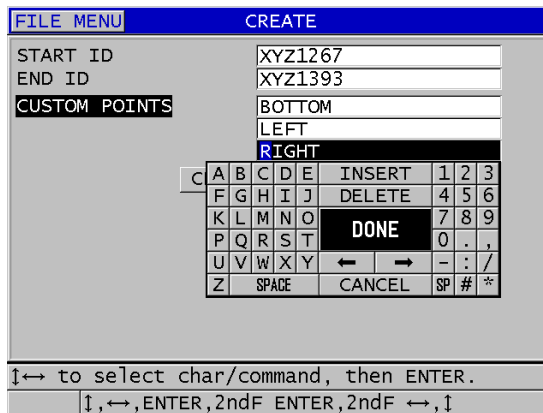

Figura 11-6 Configurar o intervalo de IDs para arquivos de dados de tipo sequencial com pontos personalizados
3. Na segunda página da tela **CRIAR** (veja Figura 11-6 na página 198):